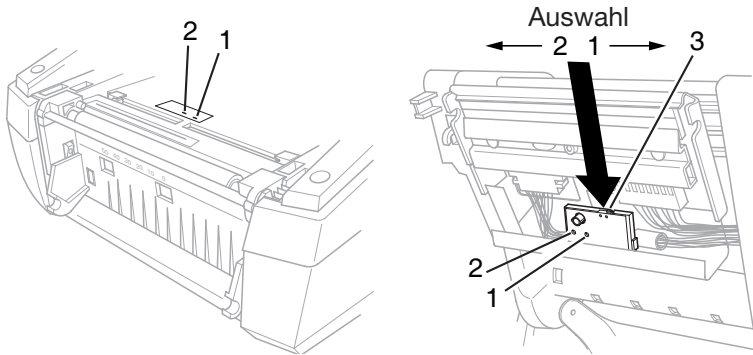

Bild 13, Auswahl des Durchlichtsensors
Der Drucker verfügt über Durchlichtsensoren (**Bild 13, 1 und 2**), die Etikettenanfang und -ende erkennen und jeweils aus Sender (rechtes Bild) und Empfänger (linkes Bild) bestehen. Der aktive Sensor wird mit dem Schalter (**Bild 13, 3**) ausgewählt. Der Schalter kann nach rechts (Sensor 1) oder links (Sensor 2) geschoben werden. Bei allen Brady IP-gelisteten Materialien wird im Display angezeigt, welche Schalterstellung zu verwenden ist. Für Sondermaterial wählen Sie Sensor 2. Bei gelochtem Sondermaterial ist die Auswahl von besonderen Kriterien abhängig.
2. Schieben den Schalter (**Bild 13, 3**) in die erforderliche Position.